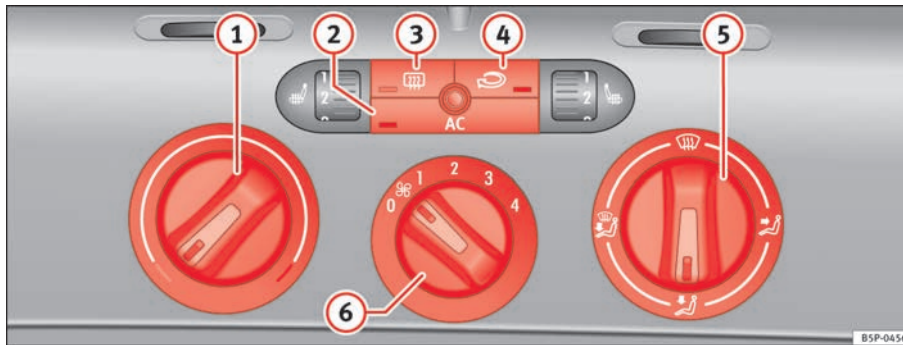

Abb. 109 In der Instrumententafel: Bedienelemente der Climatic
- Drehen Sie den Temperaturregler ⇒ Abb. 109 ① nach rechts, bis die gewünschte Heizleistung erreicht ist.